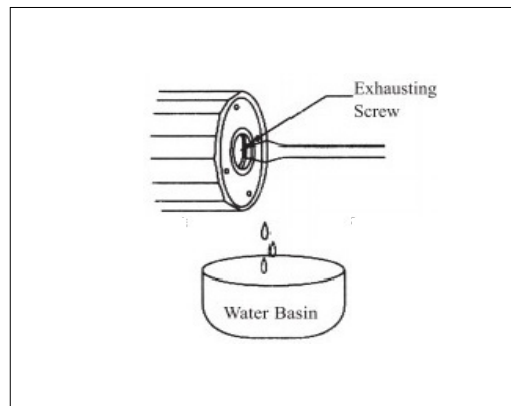

Рис. 2
- 7) Открыть все вентили и клапаны, связанные с системой отопления, чтобы обеспечить свободное движение воды через насос. Система должна быть заполнена теплоносителем, а воздух удален через запорный винт насоса. (см. рис. 2)